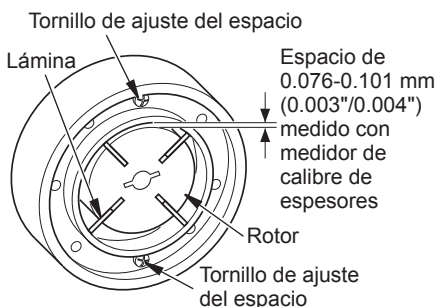

Figura 22 - Ubicaciones del tornillo de ajuste del espacio
- Desmonte el rotor, la parte de inserción y las láminas (consulte las figura 22, página 45).
9. Revise el espacio libre del rotor. Ajustelo a 0.076/0.101 mm (0.003"/0.004") si es necesario (consulte la figura 22).